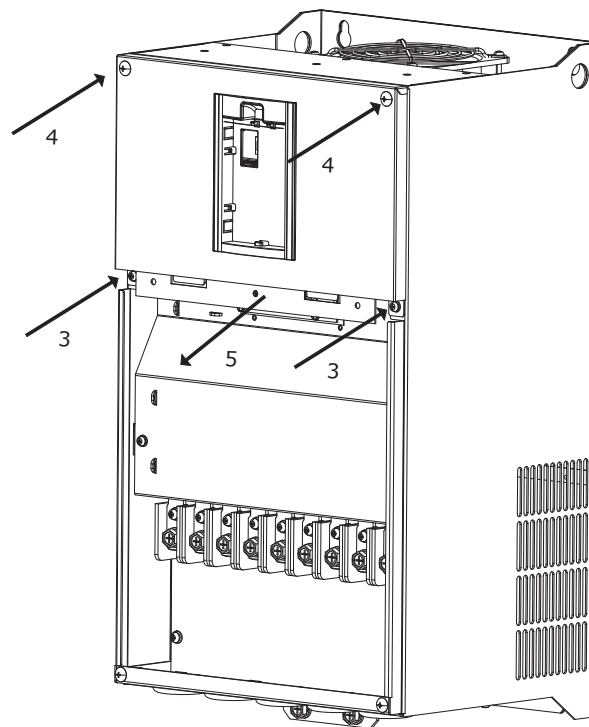

Рисунок 2.12 – Открытие верхней крышки
- для снятия верхней крышки с помощью крестовой отвертки ослабить четыре невыпадающих винта (см. рисунок 2.12 поз. 3, 4);